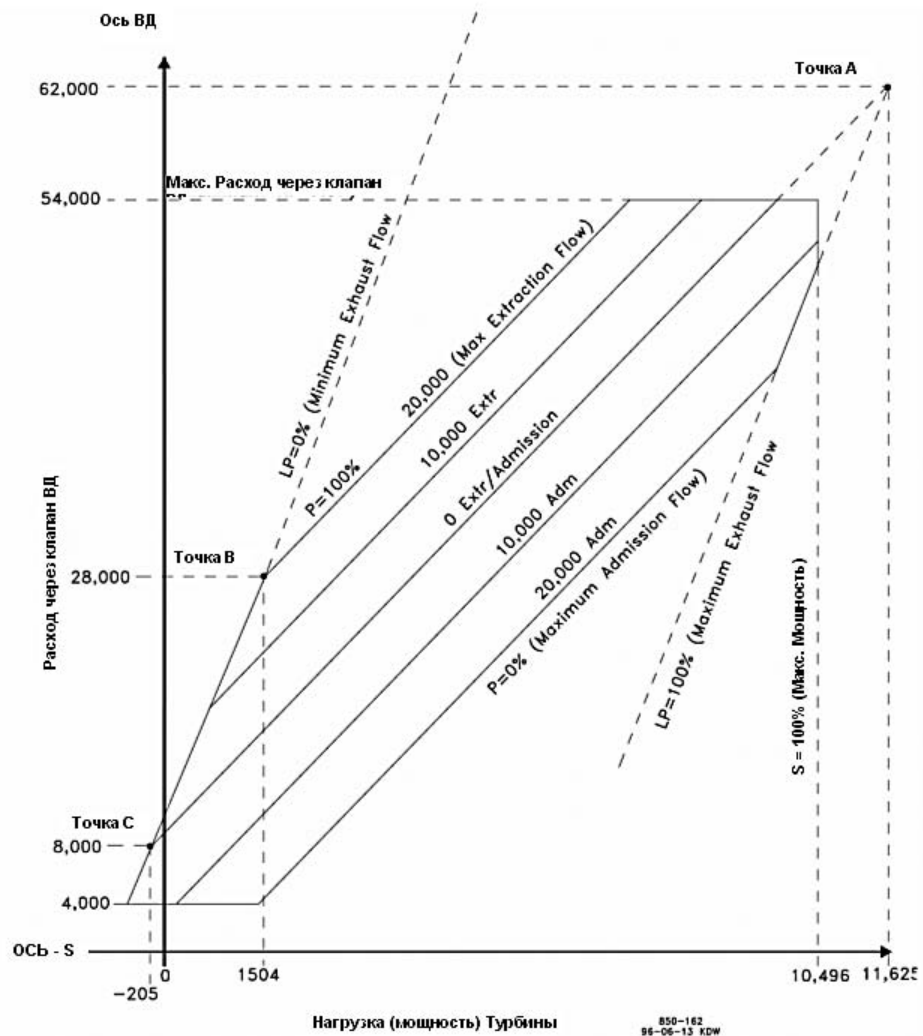

Рисунок 4-6. Типовой График Пара для Отбора и Впуска
Прежде чем график отбора/впуска может быть введен в программу системы регулирования, необходимо найти точки пересечения А, В, и С (смотри Рисунок 4-6).
Если точки В и С не существуют, ваш график необходимо модифицировать для включения в него точек В и С. Необходимо создать линию LP=0. Для этого вы должны знать минимальный требуемый расход пара на выходе турбины. В нашем примере графика пара (Рисунок 4-6) требуемый минимум расхода 8000 фунтов в час (3629 кг/час).
1. Продолжите линию максимального отбора. Смотри Рисунок 4-6.